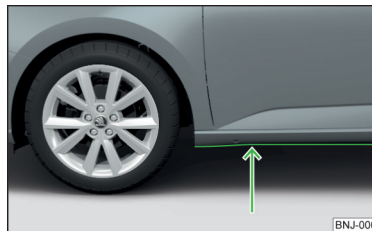

Abb. 219
- › Daher vor einer Wasserdurchfahrt die Wassertiefe feststellen. Der Wasserstand darf maximal an die Unterseite des Unterholms reichen » Abb. 219.